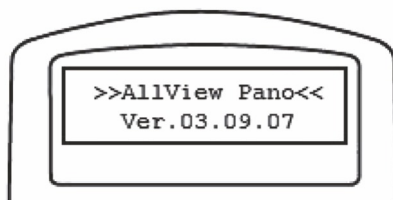

Рис. 31
2. Включите питание монтировки. На ЖК-экране пульта управления появится индикация версии встроенного программного обеспечения (рис. 31).